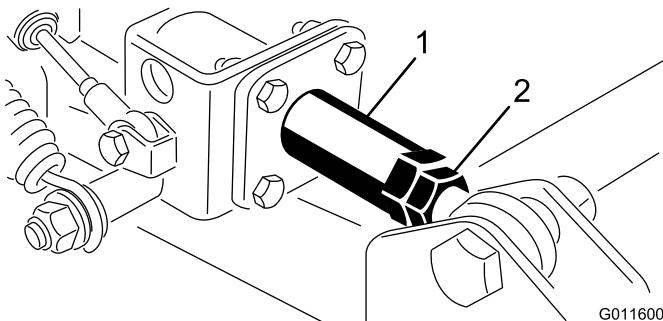

Figura 8
D. Se for detectado um desalinhamento, desaperte a porca de bloqueio na extremidade da barra da montagem do braço da plataforma lateral (Figura 8). Ajuste o acoplador, que deve rodar livremente dentro do tubo amortecedor. Todos os ajustes devem ser realizados com a extremidade da barra do braço amortecedor aparafusado à plataforma.